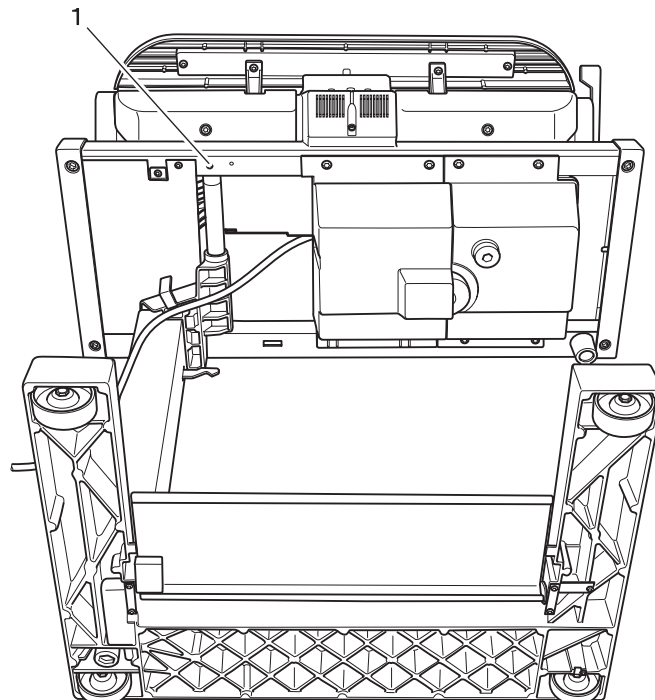

Fig. 17
- Die Schraube 1 herausdrehen (Fig. 17).
- Die Schraube 1 festdrehen (Fig. 17).